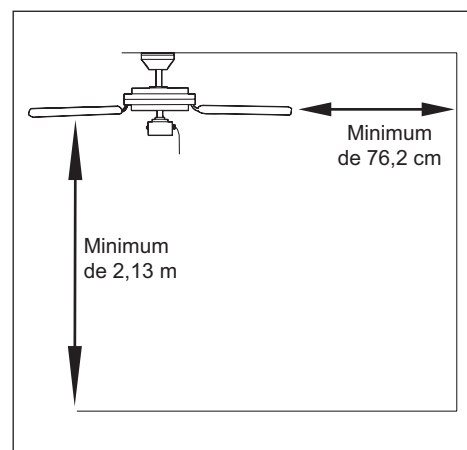

Figure 1.3
3. Assurez-vous que les pales sont situées à une distance d'au moins 76,2 cm de toute obstruction. Vérifiez également la longueur de la tige pour être certain que les pales sont à une distance d'au moins 2,13 m du sol (Figure 1.3).